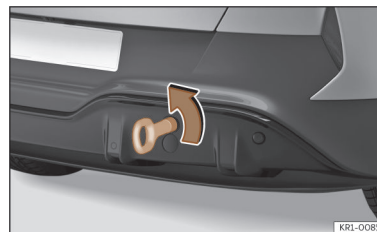

Fig. 189 No lado direito do para-choques traseiro: argola de reboque enroscada.
- Enrosque a argola de reboque no alojamento girando-a ao máximo **no sentido contrário ao dos ponteiros do relógio** >>> Fig. 189, >>> ①. Utilize um objeto adequado com o qual possa enroscar completa e firmemente a argola de reboque no seu alojamento.